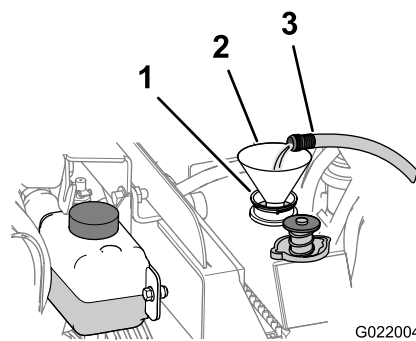

Figure 142
- B. Remplissez le radiateur d'eau propre (Figure 142).